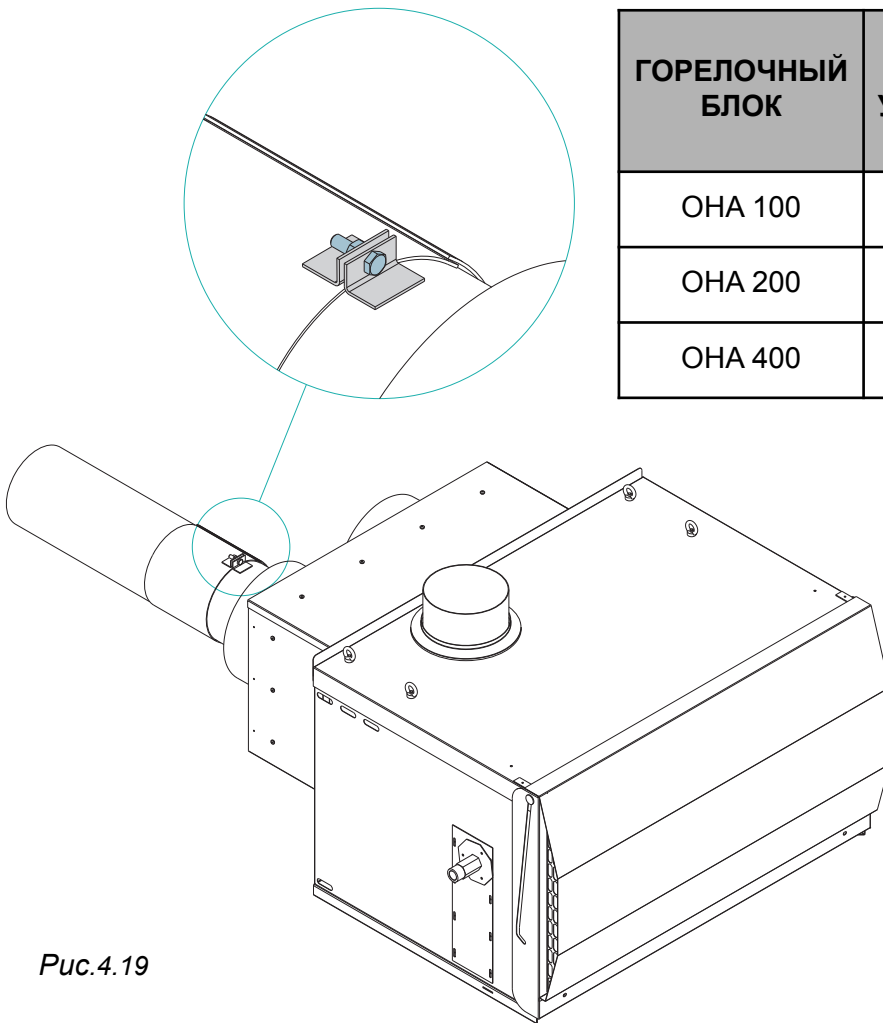

Рис.4.19
- 1) Ниппели уже закреплены на горелочном блоке (рис. 4.19)